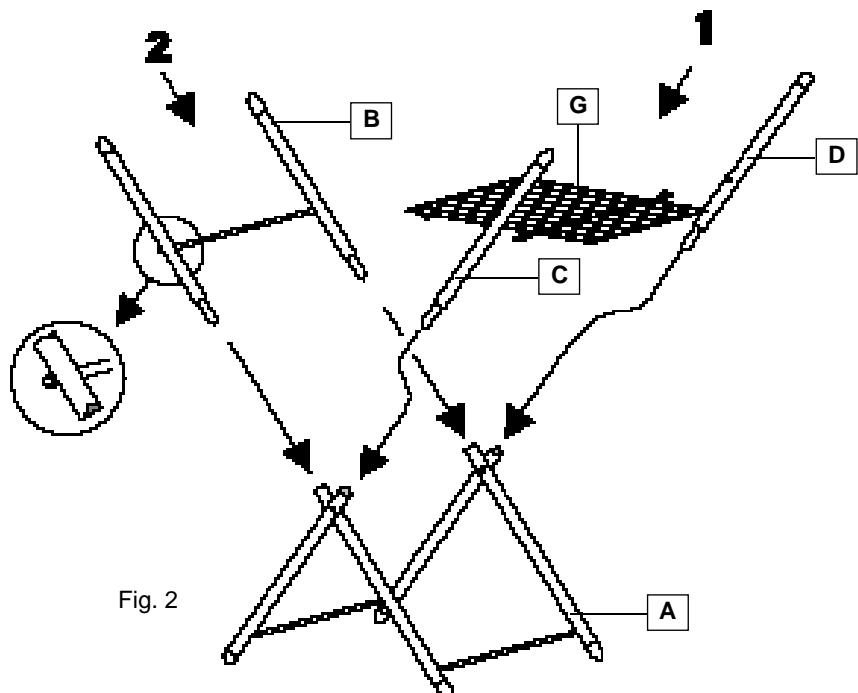

Fig. 2
- Inserire il braccio esterno **B** nelle apposite sedi delle gambe cavalletto **A** avendo cura che il traversino di unione sia disposto come in fig. 2.